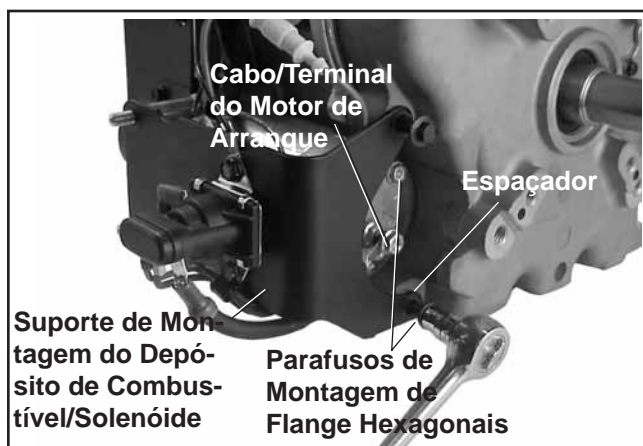

Figura 9-15. Retirar o Accionamento do Motor de Arranque Bendix.
2. Se o motor de arranque estiver montado em pernos com um suporte de depósito do combustível/solenóide. Consulte a Figura 9-15.
- a. Retire os dois parafusos de flange hexagonais através da placa de fecho. Anote a instalação da anilha espaçadora atrás do suporte no parafuso inferior. Consulte a Figura 9-15.